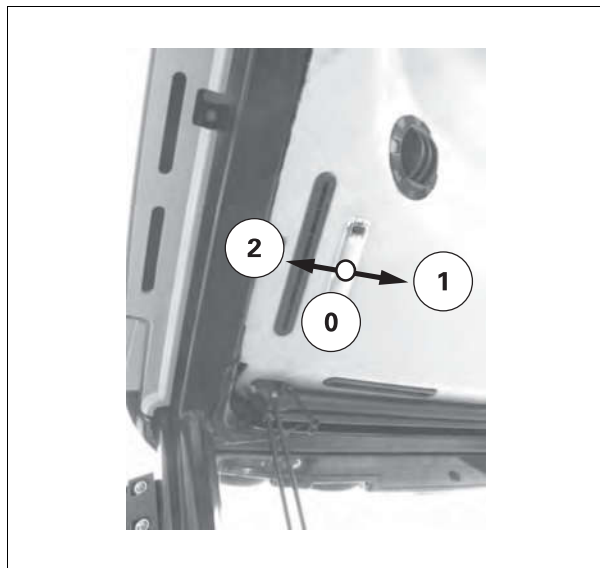

Fig. 30.
| <p>(1) Interior light fig. 30